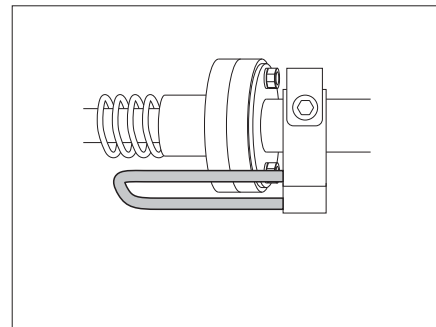

Fig. 138 Palanca de retención en posición asegurada
► Antes de utilizar la cama, comprobar si la palanca de retención está en la posición asegurada (Fig. 138).
- Poner palanca de retención en la posición asegurada (Fig. 138).